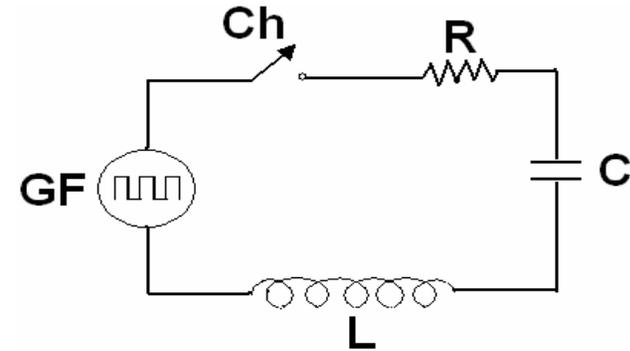
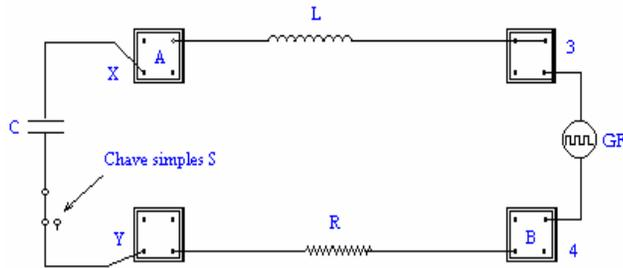

Figura 9.4
Figura 9.7
1. Monte o circuito da figura 9.7, cujo circuito equivalente é dado na figura 9.4. Utilize os valores de $R=100\Omega$, $L=11\text{mH}$, $C=0,01\mu\text{F}$ e $GF=1\text{kHz}$.